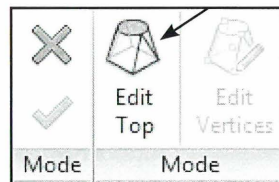

Fig. 04.47. Vælg Edit Top.
- Klik *Edit Top* (Fig. 04.47).